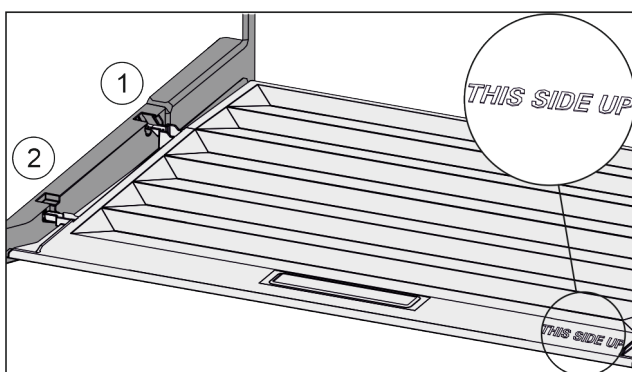

Fig. 143
- ▶ Výstupky veka zaveďte cez otvor zadného držiaka Fig. 143 (1) a zaistite vpredu v držiaku Fig. 143 (2).